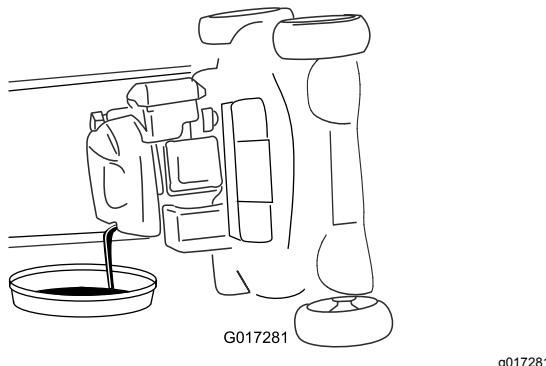

Figure 33
- Basculez la machine sur le côté (filtre à air en haut) pour vidanger l'huile usagée par le tube de remplissage (Figure 33).